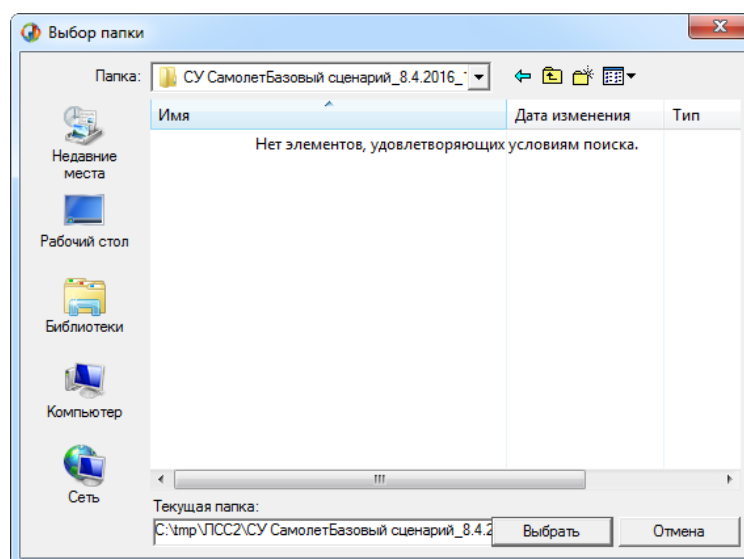

Рис. 10-94 – Диалоговое окно выбора папки
4) Нажать кнопку «ОК». По завершении экспорта выводится информационное сообщение (рис. 10-94).